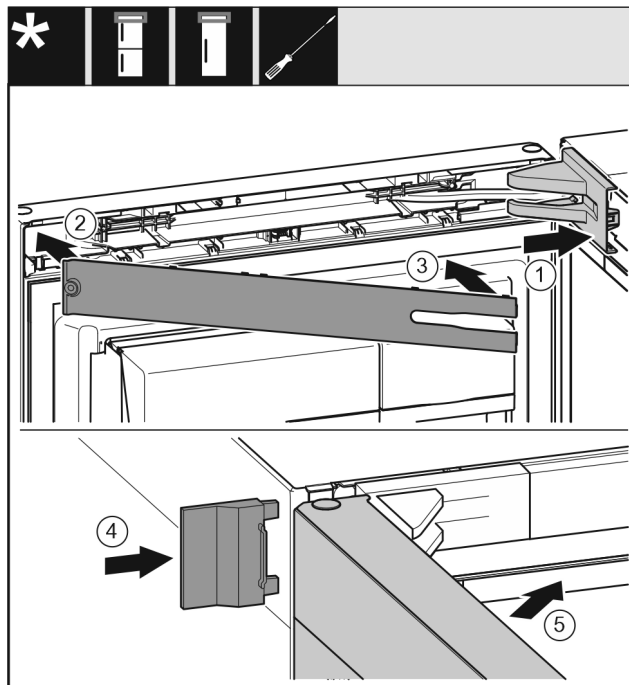

Fig. 22
- ▶ Uždėkite atraminės gembės dengiamąją plokštelę ir užfiksuokite, prireikus atsargiai išspauskite. Fig. 22 (1)
- ▶ Uždėkite gaubtą. Fig. 22 (2)
- ▶ Uždenkite ir užfiksuokite gaubtą. Fig. 22 (3)
- ▶ Užstumkite išorinę dengiamąją plokštelę. Fig. 22 (4)
- ▶ Uždarykite viršutines duris. Fig. 22 (5)